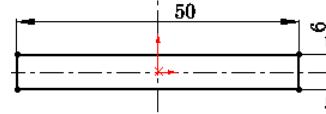

图 15.3.17 横断面草图
(2) 定义特征的横断面草图。
- ① 定义草图基准面。选取前视基准面作为草图基准面。
- ② 定义横断面草图。在草图环境中绘制图 15.3.17 所示的横断面草图。
- ③ 选择下拉菜单 **插入(I)** → **退出草图** 命令，退出草图环境，此时系统弹出“凸台一拉伸”对话框。